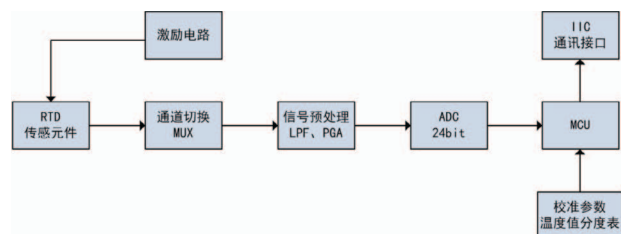

图1 国产信号链搭建的电路方案
2. 使用国产的信号链芯片自行搭建。随着国内基础模拟信号链芯片的日益完善，考虑使用国产器件完成同等性能的电路，如图 1。这样能降低物料供应链的风险、进一步优化成本，实现温度采集，这类基础物理量采集电路的自主可控。图 1 电路主要由 24 位 Sigma-Delta 型 ADC、运放、模拟开关、LDO、MCU 等组成，这些基础元件的国产芯片已经成熟可用，并且有可替换的国产型号。